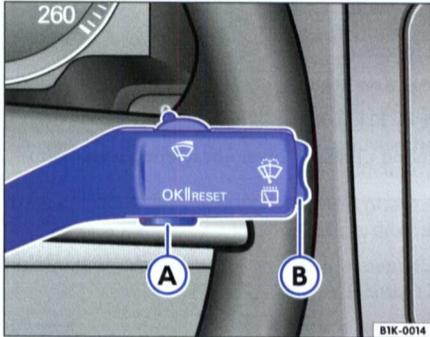

Fig. 14 Levier d'essuie-glace : touche (A) pour valider les options et commande à bascule (B) pour changer de menu
- Appuyez une fois sur la touche ⇒ fig. 14 (A) du levier d'essuie-glace.
- Maintenez la commande à bascule (B) enfoncée pendant deux secondes pour retourner au menu principal à partir d'un autre menu. Si nécessaire, répétez cette opération jusqu'à ce que le menu principal apparaisse.
- Appuyez sur la touche (A) du levier d'essuie-glace. Vous accédez alors au menu **Configuration**.
- Appuyez sur la touche (A). Vous accédez alors au menu **Pneus d'hiver**.